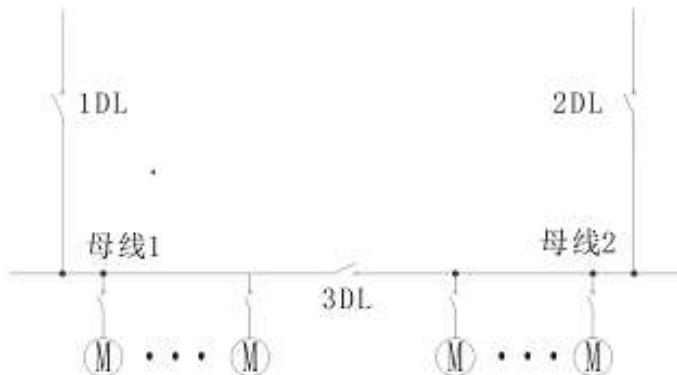

图 3-1 单母分段方式接线示意图（正常运行）
单母分段方式的接线图可简化如图3-1所示。图中进线 1、2 可以是线路、主变、线路-变压器组等，对母线进行供电的变配电设备的一种。系统正常运行时，母线 1 由进线 1 供电，母线 2 由进线 2 供电。即进线开关 1DL、2DL 闭合，母联开关 3DL 断开。当任意一路进线电源失去时，本装置均能投入另一侧进线电源。
a) **并联切换。**并联切换只能以手动起动方式触发。如图 3-1 所示，以从 1DL 并联切换到 3DL 为例。手动起动后，若并联条件满足（条件为：开关两侧的频差、相差、压差分别小于定值并联切换频差、并联切换相差、并联切换压差）装置先合上 3DL 开关，此时进线 1、进线 2 两个电源短时并列，经整定延时（并联跳闸延时）后装置再跳开 1DL。如在这段延时内，刚合上的 3DL 被跳开（如保护动作跳开 3DL），则切换结束，装置不再跳开 1DL，以免停电范围扩大。若 1DL 拒跳，则装置会去跳开 3DL 开关，以避免两个电源长时间并列。若手动起动后并联切换条件不满足，装置将立即闭锁并进入等待复归状态。并联切换方式适用于正常情况下同频系统的两个电源之间的切换，可用于进线检修时的人工倒闸或故障后手
b) 串联切换。如图 3-1 所示, 以从 1DL 切换到 3DL 为例。装置起动后, 先跳开 1DL 开关, 在确认 1DL 跳开后, 再根据合闸条件发出合母联开关 3DL 命令。若 1DL 拒跳, 则切换过程结束, 装置不再合 3DL。串联切换多用于事故情况下自动切换。串联切换可以有以下几种合闸实现方式: 快速切换、同期捕捉切换、残压切换、长延时切换。当快速切换条件不满足时可自动转入同期捕捉、残压、长延时等切换条件的判别。
c) 同时切换。如图 3-1 所示, 以从 1DL 切换到 3DL 为例。装置起动后, 先发出跳 1DL 开关命令, 然后经一整定的同时切换合闸延时, 再根据合闸条件发出合 3DL 的命令。若最终 1DL 拒跳, 则装置会去跳开 3DL 开关, 以避免两个电源长时间并列。同时切换与串联切换相比, 不需要确认 1DL 已跳开再判断 3DL 合闸条件, 只要经过一个延时, 即去判断 3DL 合闸条件, 目的是使得母线断电时间尽量缩短。同时切换可以有以下几种合闸实现方式: 快速切换、同期捕捉切换、残压切换、长延时切换。当快速切换条件不满足时可自动转入同期捕捉、残压、长延时等切换条件的判别。
切换过程中如发现整定时间内该合上的开关已合上但该跳开的开关未跳开，装置将执行去耦合功能，即跳开刚合上的开关，以避免两个电源长时并列。以图 3-1 的单母分段运行为例，同时切换或并联切换中，1DL 切换到 3DL，若 3DL 开关正常合上，但是 1DL 开关没有能跳开。装置此时会跳开刚刚合上的 3DL 开关。此功能称为去耦合功能。